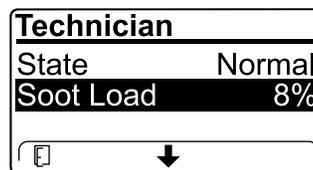

Figura 63
- Verificate il carico di fuliggine misurato come percentuale di fuliggine nel FAP (Figura 63); fate riferimento alla tabella del carico di fuliggine.